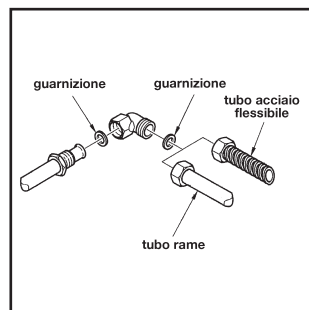

fig. 5
- Collegare il piano di cottura del gas utilizzando un tubo rigido di rame del diametro di 12 mm, come indicato nella fig. 5. Per assicurare una buona tenuta interporre la guarnizione in elastomero fornita come accessorio in dotazione (norma UNI 9264).